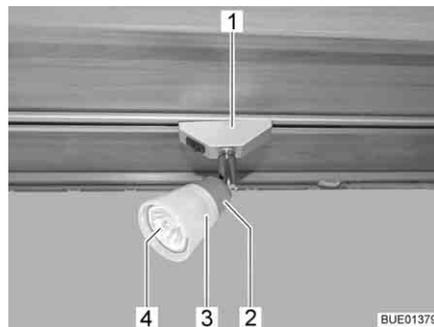

Bild 240 Halogenspotleuchte (verschiebbar)
- Halogenspotleuchte (Bild 240,1) um 90° drehen und aus der Schiene nehmen.
- Lampenschirm (Bild 240,3) entgegen dem Uhrzeigersinn drehen.
- Lampenschirm mit Halogenglühlampe (Bild 240,4) vorsichtig von der Fassung (Bild 240,2) abziehen.